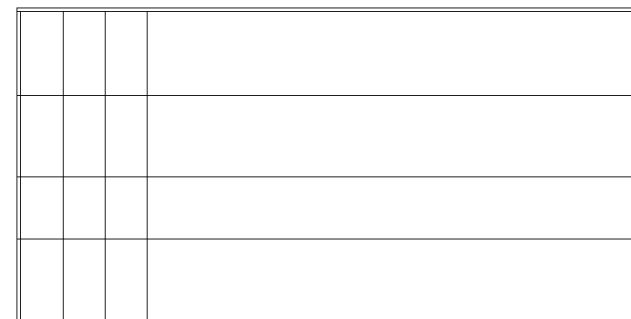

Рис. 4.11 ▼ Базовые линии угловой части рабочей зоны созданы
- Нажмите **Enter** два раза для завершения работы команды **Подобие** (OFFSET) и ее повторного запуска, задайте расстояние смещения 296 мм, сместите вторую снизу горизонтальную линию вверх на это расстояние и нажмите **Enter** для завершения команды **Подобие** (OFFSET). Чертеж должен выглядеть так, как показано на рис. 4.11.